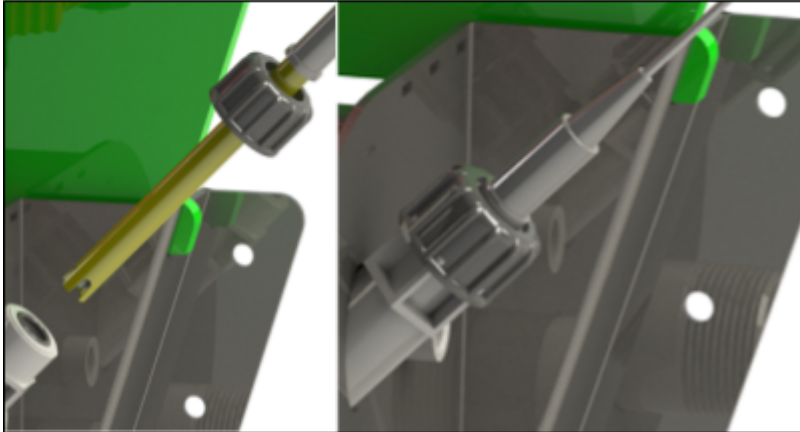

Abbildung 57.
- Führen Sie die pH-Sonde durch die schwarze Mutter und den O-Ring, schieben Sie die pH-Sonde anschließend so weit wie möglich in den Halter und ziehen Sie die schwarze Mutter fest (siehe Abbildung 57).